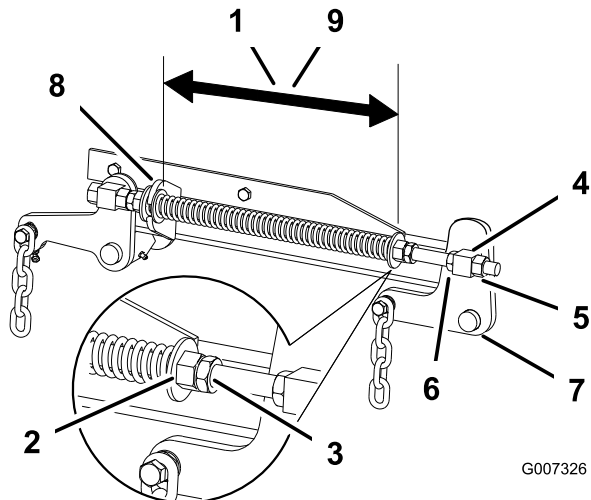

Figura 61
2. Compruebe la distancia entre las dos arandelas grandes, que debe ser de 28,2 cm (11-1/8 pulg.) para plataformas de cortacésped de 52 pulgadas, o 26,7 cm (10-1/2 pulg.) para plataformas de cortacésped de 60 pulgadas (Figura 61).
3. Ajuste esta distancia aflojando la contratuerca elástica y girando la tuerca que está delante de cada muelle (Figura 61). Gire la tuerca en el sentido de las agujas del reloj para acortar el muelle y en el sentido contrario a las agujas del reloj para alargar el muelle.
4. Fije la tuerca en la posición deseada apretando la contratuerca elástica (Figura 61).